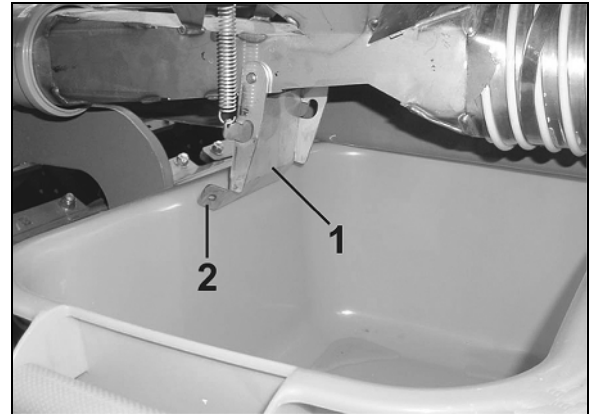

Fig. 87
8. Injektorschleusenklappe (Fig. 87/1) öffnen.
jektorschleusenklappe (Fig. 87/1)!**
Lasche (Fig. 87/2) anfassen, sonst
Injektorschleusenklappe (Fig. 87/1).**
Injektorschleusenklappe (Fig. 87/1)
10. Die Injektorschleusenklappe (Fig. 87/1) mit besonderer Vorsicht schließen (Quetschgefahr!).
12. Die Injektorschleusenklappe (Fig. 87/1) öffnen.